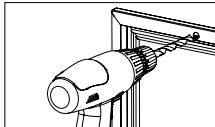

Bild 1
1. Den Einbaurahmen mit Befestigungsbohrungen ($\varnothing 5,0\text{mm}$) versehen. Anschließend Bohrungslöcher für Abdeckkappen aufbohren ($\varnothing 9,8\text{mm}$), z.B. mit Stufenbohrer $\varnothing 5,0 \times 9,8\text{mm}$. (Bild 1)